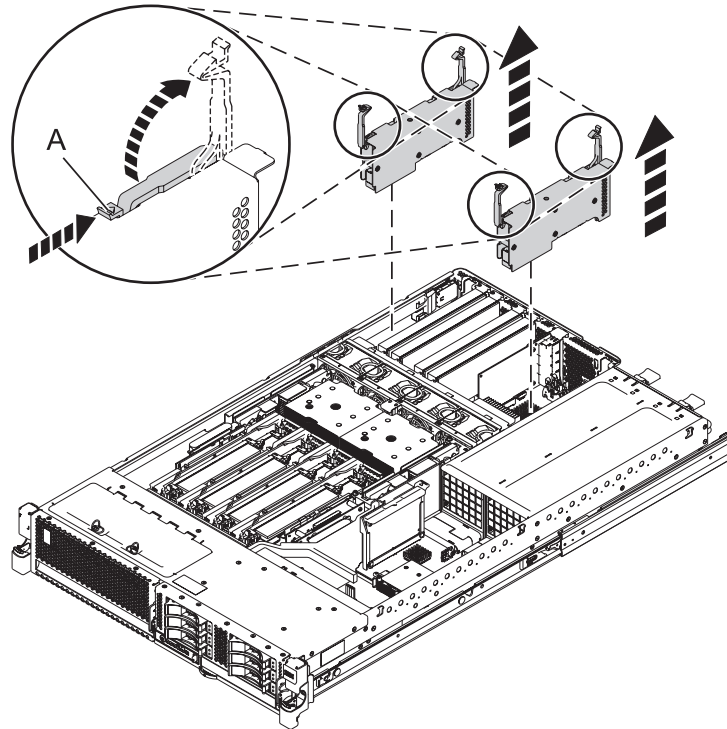

Figura 6. Extracció de l'adaptador d'un sistema muntat en bastidor
14. Amb el sistema en posició de servei, traieu el conjunt de l'adaptador existent tal com es mostra a Figura 6 a la pàgina 9. Desbloquegeu els pestells de l'adaptador. Estireu cap amunt els pestells fins a la posició d'obertura i després aixegueu l'adaptador fins que surti del sistema.